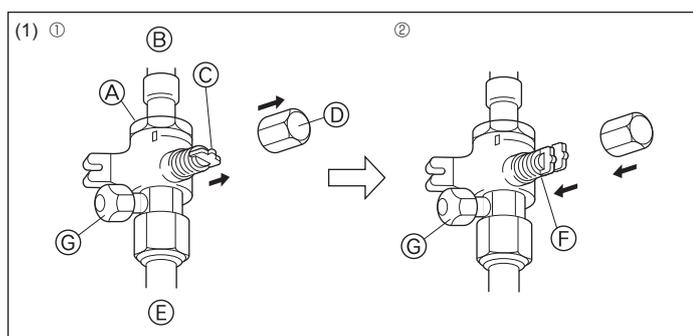
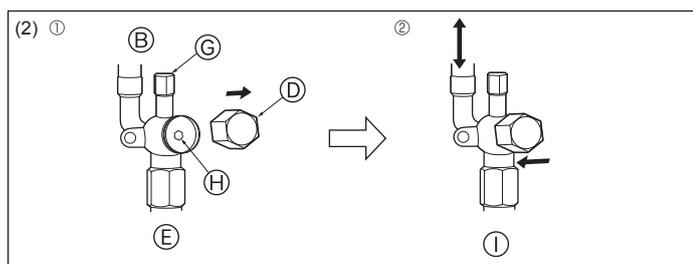

Fig. 4-12
Fig. 4-13
- (1) Gaszijde (Fig. 4-12)
- ① Verwijder de dop, trek het handvat naar u toe en draai dit een kwartslag tegen de klok in om de kraan te openen.
- ② Let erop dat de afsluitkraan geheel open is, druk de hendel in en draai de kap terug naar de oorspronkelijke stand.
- (2) Vloeistofzijde (Fig. 4-13)
- ① Verwijder de kap en draai de kraanstang zo ver mogelijk tegen de klok in met behulp van een 4mm-inbussleutel. Stop met draaien wanneer de nok wordt bereikt. (ø6,35: Circa 4,5 giri) (ø9,52: Circa 10 giri)